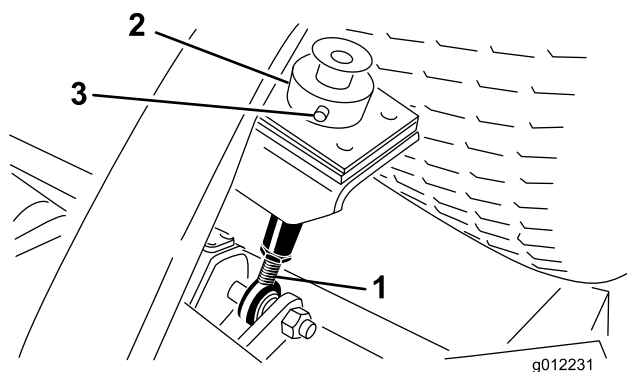

Bild 9
- Nehmen Sie den Lastösenbolzen und den Splint ab, mit denen der Schnitthöhenstellring hinten am Mähwerk an der Schnitthöhenstange befestigt ist (Bild 9).